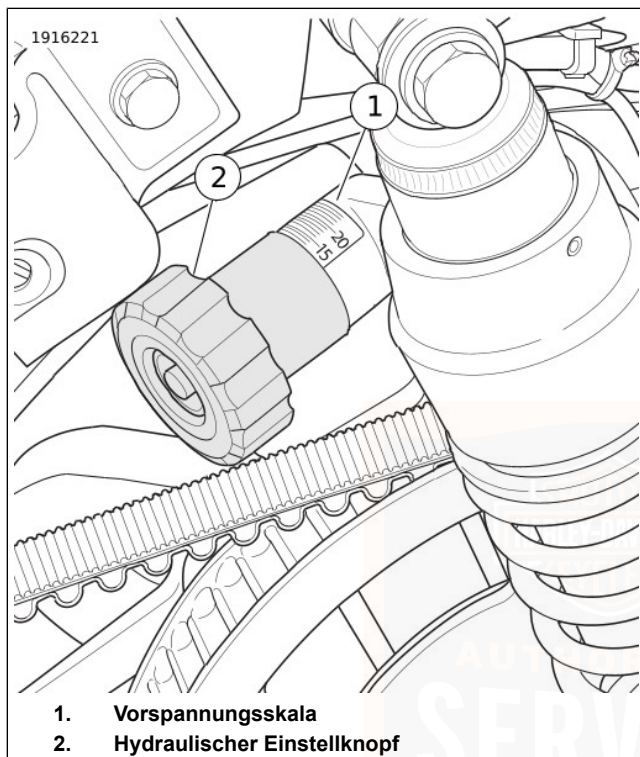
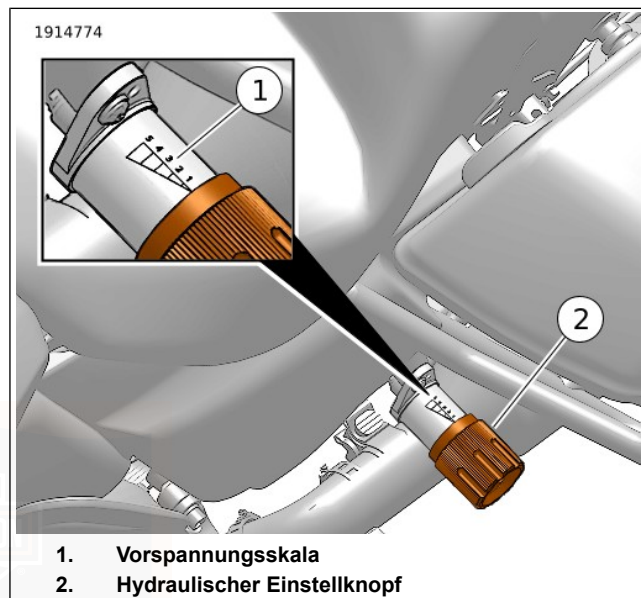

Abbildung 15. Stoßdämpfermontierter Vorspannungseinstellknopf
Abbildung 16. Externer Vorspannungseinstellknopf
3. Siehe Abbildung 15 oder Abbildung 16. Den Einstellknopf (2) vollständig gegen den Uhrzeigersinn auf MIN drehen.